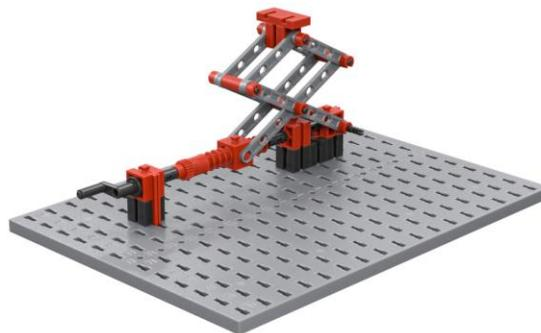

Abb. 3: Wagenheber mit Scherenhub und Schneckengetriebe
2. Abb. 3 zeigt einen Wagenheber mit Scherenhub, der mit einem Schneckengetriebe angehoben wird. Das Getriebe ist selbstsperrend, d.h. der Wagenheber bleibt stabil in der Position, die mit dem Schneckengetriebe eingestellt.
3. Baue den Wagenheber entsprechend der Abbildung 3. Dabei wirst du feststellen, dass der Wagenheber sich überraschend weit hebt. Überlege: Wie ließe sich der Hub weiter vergrößern? Nenne mehrere Möglichkeiten und vergleiche sie.